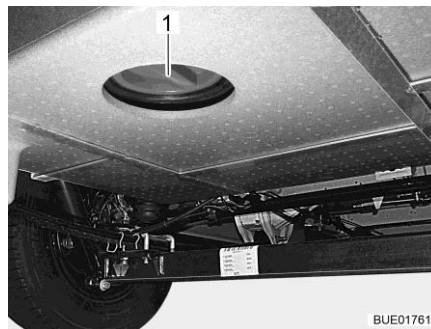

Fig. 304 Ouverture de nettoyage (réservoir d'eaux usées)
- Ouvrir l'ouverture de nettoyage (Fig. 304,1) du réservoir d'eaux usées et le robinet de vidange.